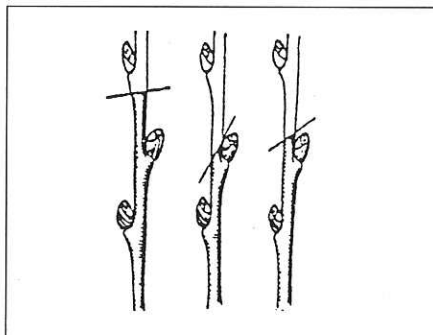

Bild 1: Falscher und richtiger Zweigschnitt:
- Ein Zweigschnitt erfolgt an nach außen gerichteten Knospen (Bild 1).